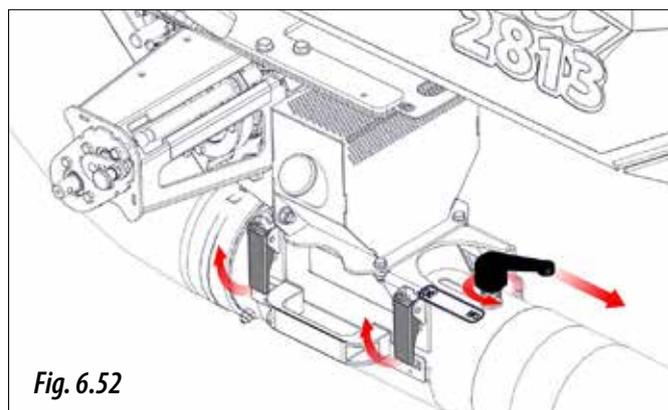

Fig. 6.52
- 3- Ouvrir le couvercle de l'injecteur venturi en actionnant les deux fermetures rapides et en déplaçant la manette d'éta-lonnage en position « **NO** » (figure 6.52).